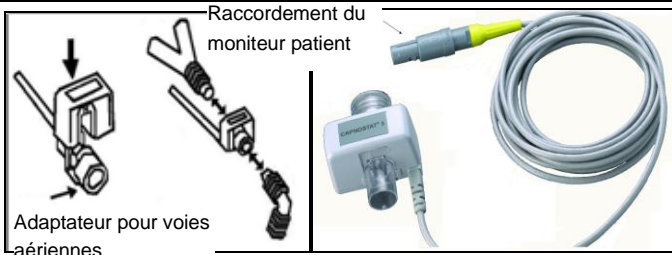
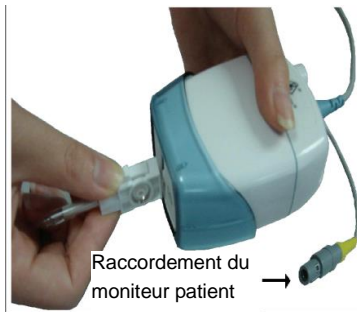

Fig.15-2 (A,B)) Connexion du mode primaire de CO₂
Fig.15-3 (A, B, C) Schéma de connexion du flux secondaire de CO₂
- Puis le module CO₂ est connecté au moniteur (en se référant à la Fig. 15-2 ou Fig. 15-3 en fonction des types de modules de CO₂).